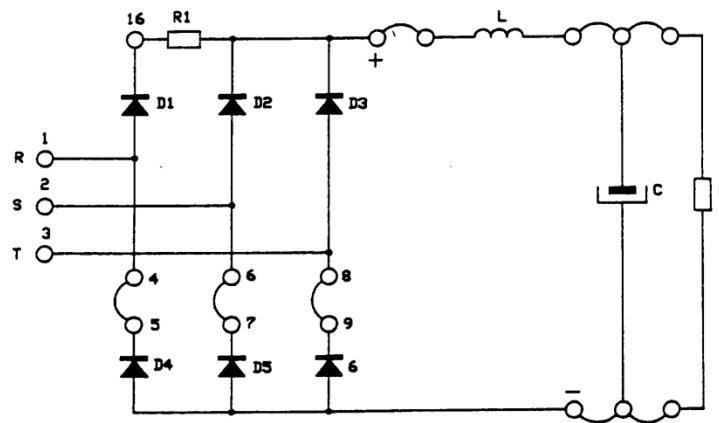

Figura 8: Conexión del rectificador trifásico de onda completa con carga RLC.
- Mantenga las conexiones de las fases **(R), (S), (T)** y los puntos **(4)-(5), (6)-(7)** y **(8)-(9)** como en la sección anterior. Además, mantenga conectada la inductancia en serie con la carga.
- Conecte el condensador en paralelo con la resistencia como en la Figura 8.